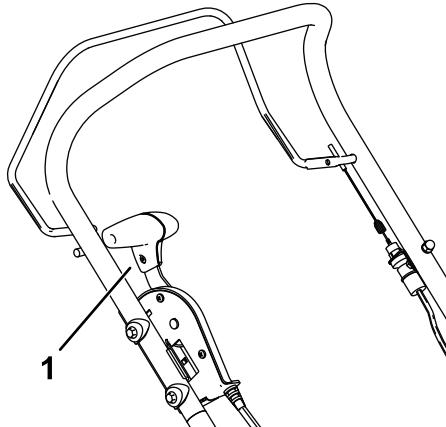
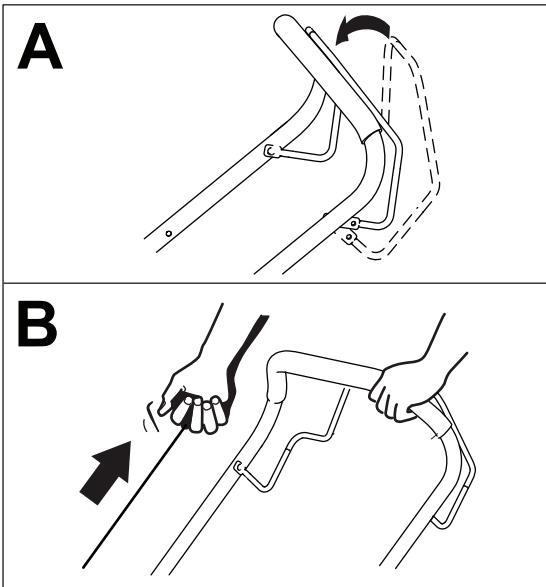

Bild 10
Bild 13
3. Bewegen Sie den Transporthebel ganz nach hinten in die Transportstellung (Bild 10).
| 5. Bewegen Sie den Transporthebel ganz nach hinten in die Transportstellung (Bild 10). | 6. Drücken Sie den Schaltbügel gegen den Holm (A in Bild 13). |
| 7. Ziehen Sie den Rücklaufstartergriff am Motor (B in Bild 13). | |
Um den Motor abzuschalten, lassen Sie die Schaltbügel los und bewegen Sie den Transporthebel ganz nach hinten in die Transportstellung (Bild 10).